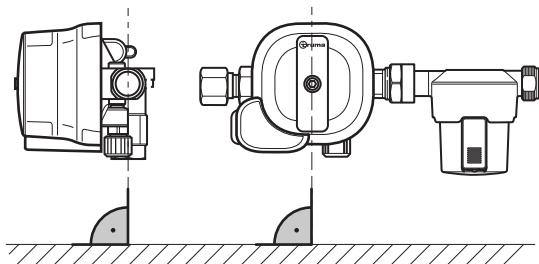

Fig. 5
- ▶ Orienter le détendeur à gaz et le filtre à gaz de manière à ce qu'ils soient tous deux en position verticale par rapport au plancher (Fig. 5).